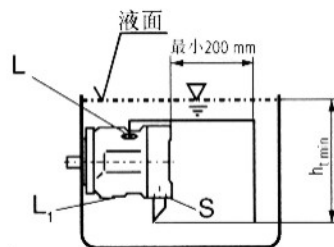

图3
- 当油箱的最低液面在泵顶端之上，则“L₁”口堵，“L”和“S”可开放并接管见图3。